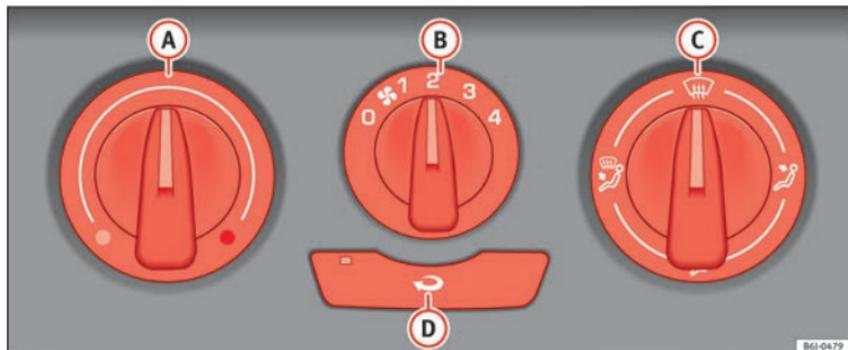

Fig. 125 Comandi del riscaldamento sulla plancia portastrumenti.
- I comandi **A** e **C** e la manopola **B** **» fig. 125** servono a regolare la temperatura, ad indirizzare il flusso d'aria e a selezionare il livello di potenza del ventilatore.